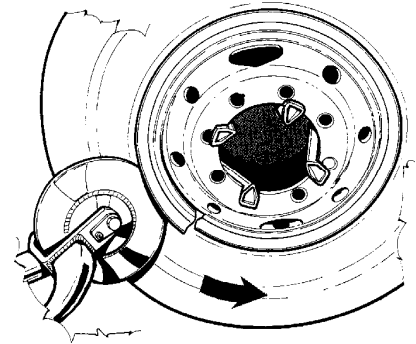

Abb.39
4. Zum Ablösen des Sprengrings ein Ende mit dem Montiereisen anheben und die Abdrückscheibe dazwischen schieben wie in Abb.39 gezeigt.